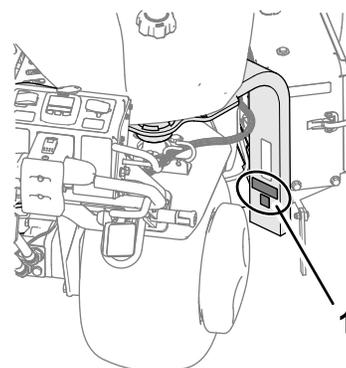

Рисунок 19
- 3. Установите наклейку CE и наклейку с указанием года выпуска на стойку вилки (Рисунок 19).
2. Очистите стойку вилки спиртом, как показано на Рисунок 19, и дайте поверхности высохнуть.